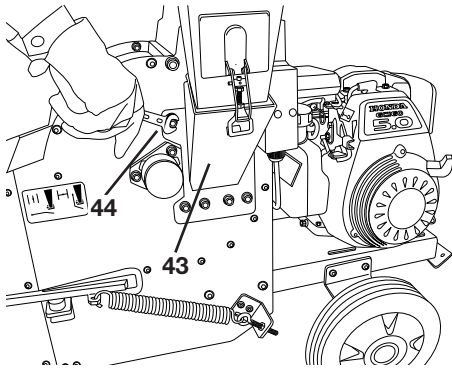

Bild 37
- Nach dem Wechsel der Schläger auf den drei Schlägerachsen muss der seitliche Trichter (43) wieder mit den 4 äußeren Sechskantmuttern (44) angeschraubt werden (siehe „Bild 37“).
- Nach dem Wechsel des Messers, muss der seitliche Trichter wieder angeschraubt werden (siehe „Bild 37“).
- Seitlichen Trichter (43) durch Lösen der 4 äußeren Sechskantmuttern (SW 13) entfernen (siehe „Bild 37“, Seite 14).
- Nach dem Wechsel des Gegenmessers muss, der seitliche Trichter wieder angeschraubt werden (siehe „Bild 37“, Seite 14).